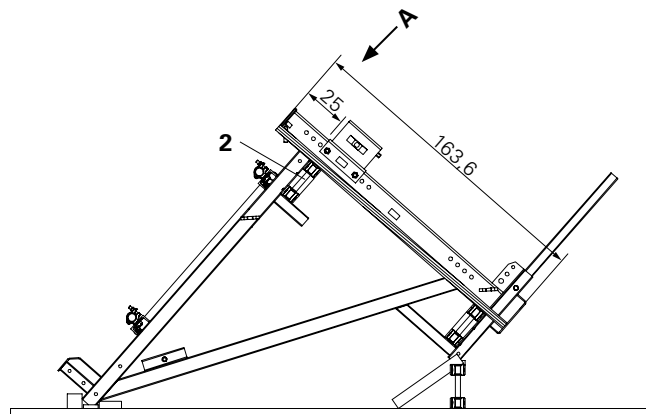

Fig. A1.17
1. Tagliare le tavole ad angolo retto. La lunghezza varia a seconda della configurazione dell'impalcato. (Fig. A1.17 + A1.18)